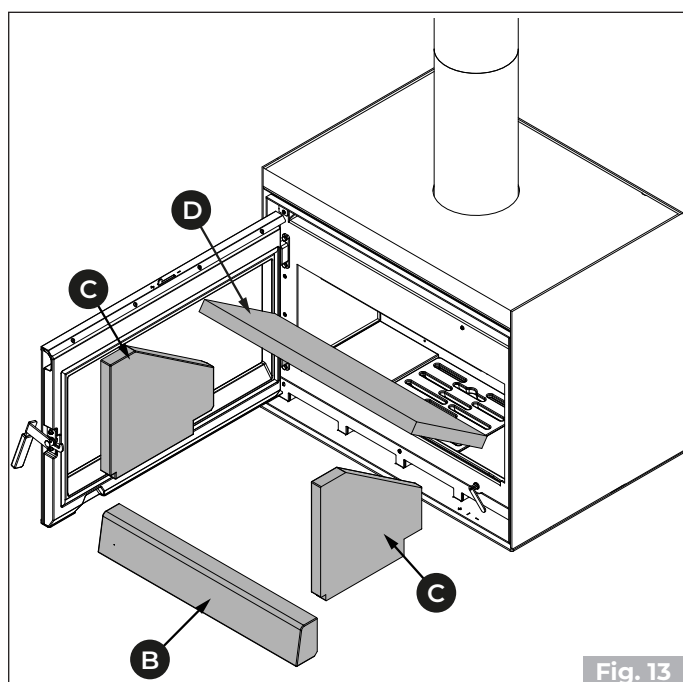
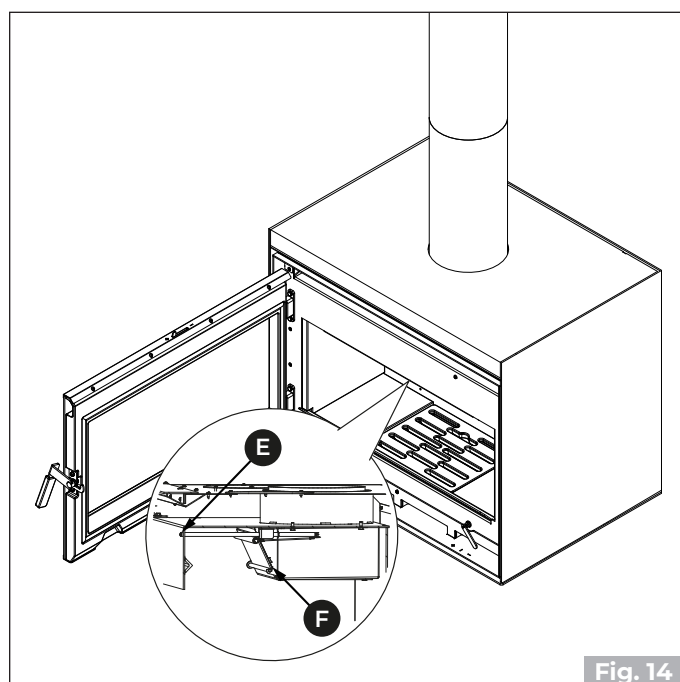

Fig. 13
Fig. 14
L'appareil est fourni avec la vanne de bypass (**F**) déjà réglée en butée sur le boîtier («**Fig. 14**»). En cas de mauvais réglage, retirer la vanne pour obtenir une bonne combustion.
1. Retirer dans l'ordre la paroi du fond (**B**), les parois latérales (**C**) et le déflecteur supérieur (**D**) («**Fig. 13**»).
2. Desserrer la vis (**E**) afin de positionner la vanne bypass (**F**) en butée sur le boîtier («**Fig. 14**»).
Ouvrir la porte, soulever le déflecteur (D) et retirer la tôle de la post-combustion (A) («Fig. 13»). Retirer dans l'ordre la paroi du fond (B), les parois latérales (C) et le déflecteur supérieur (D) («Fig. 14») (paragraphe «Réglage de la vanne bypass».)